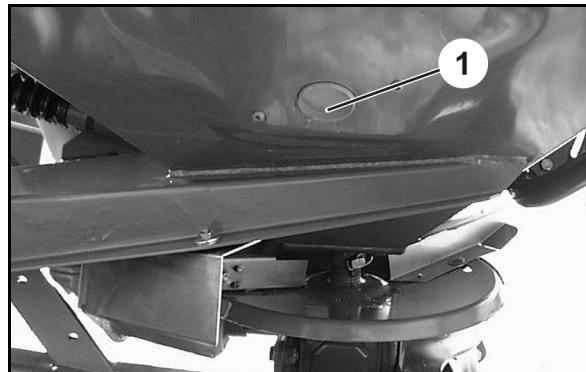

Fig. 41
1. Ta av plastpropen (Fig. 41/1)